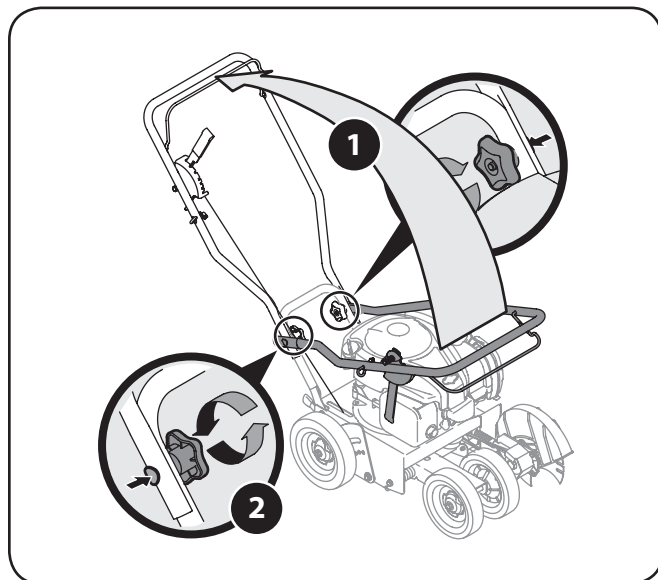

Figura 3-1
1. Pivote la barra superior hacia arriba hasta que calce en su lugar. Véase la Figura 3-1.